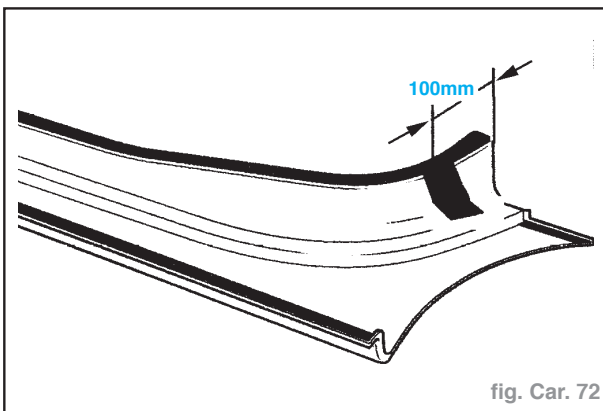

fig. Car. 72
- Préparation du bas de caisse neuf (fig. Car. 72 et 73).